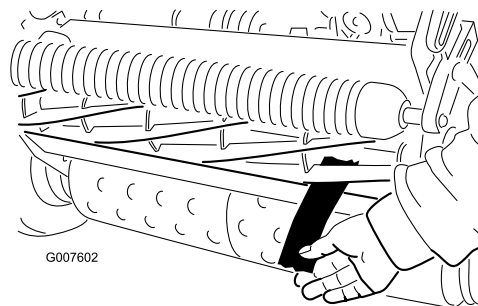
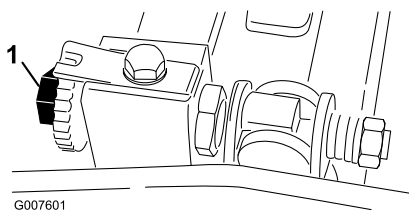

図 45
図 44
6. 両側の調整ができれば最終確認を行う：紙片をリールの前から差し込んだ時にははさむだけ、下から差し込むと切れるのが正しい調整である（図 45）。リールと下刃のごくわずかの接触で紙が切れなければいけない。接触を強くしないと切れない（リール回転トルクが0.79 N・m）場合には、鋭利な刃先を取り戻して精密なカットができるようにバックラップか研磨を行うことが必要（Toro研磨マニュアルを参照。）
2. ベッド・バー調整ネジ（図 44）を左に回して、リールと下刃の接触を完全になくす。
4. リール前面の左右いずれかの端を選び、リールと下刃の間に、長く切った新聞紙片を差し入れる（図 45）。リールをゆっくり前回転させながら下刃調整ネジを締める（新聞紙を入れた側の調整ネジを、1目盛りづつゆっくりと）。新聞紙を前から（ベッドナイフの上面に平行に）入れると軽く挟まれ、引き抜くのに少し力が必要な程度に調整する（図 44）。